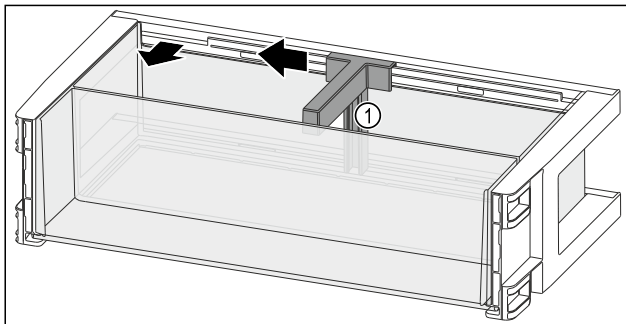

Fig. 108
- Flaschenhalter Fig. 108 (1) bis zur Aussparung zur Seite schieben.
- Flaschenhalter Fig. 108 (1) entnehmen.